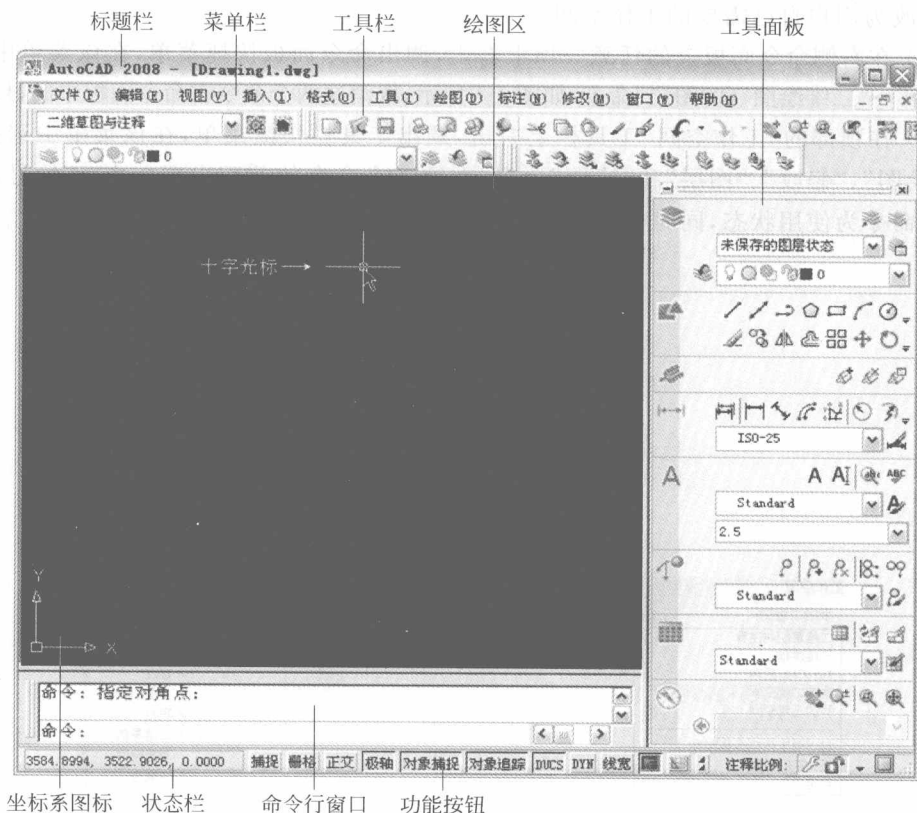

图 1-3 AutoCAD 2008 的“二维草图与注释”工作空间界面
(1) 选择“开始”→“程序”→Autodesk→AutoCAD 2008—Simplified Chinese→AutoCAD 2008 菜单命令,或双击桌面上的 AutoCAD 2008 快捷图标,即可启动中文 AutoCAD 2008。
(2) 启动中文 AutoCAD 2008 后,系统即进入中文 AutoCAD 2008 的“二维草图与注释”工作空间界面。该工作空间界面由标题栏、菜单栏、工具栏、工具面板、绘图区、坐标系图标、命令行窗口、功能按钮和状态栏等组成,如图 1-3 所示。
AutoCAD 2008 增强了工作空间的设置,增加了“工作空间”工具栏。用户可以根据绘图的需要,在“工作空间”工具栏的下拉列表框中选择或设置不同的工作空间,如图 1-3 所示。设置工作空间的方法如下。